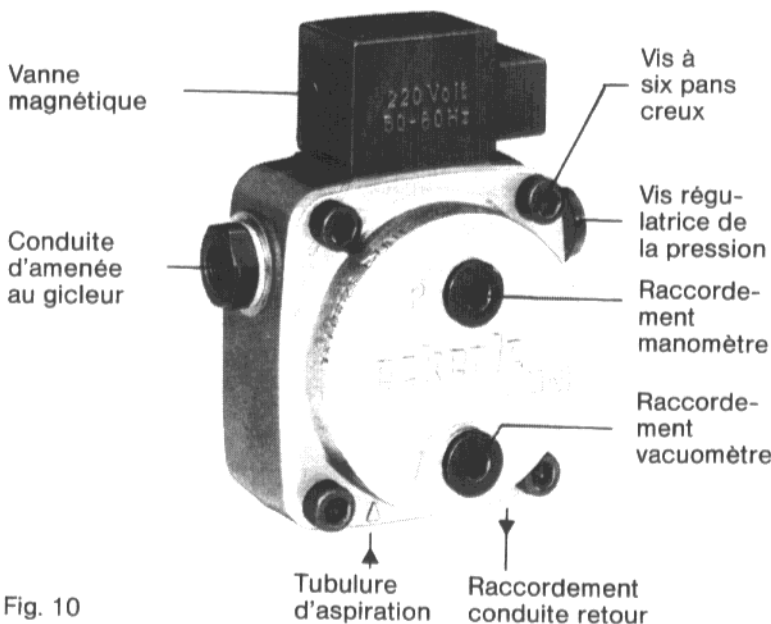

Fig. 10
- 3.2 Pour nettoyer le filtre de la pompe combustible Eckerle, desserrer les quatre vis à six pans creux (Fig. 10). La pompe Danfoss n'a que deux vis à six pans creux qui sont à desserrer. Après, démonter la pompe en deux parties (à savoir la pièce de boîtier avec les gicleurs et l'organe de commande). Maintenant le filtre à l'huile peut être enlevé et nettoyé.